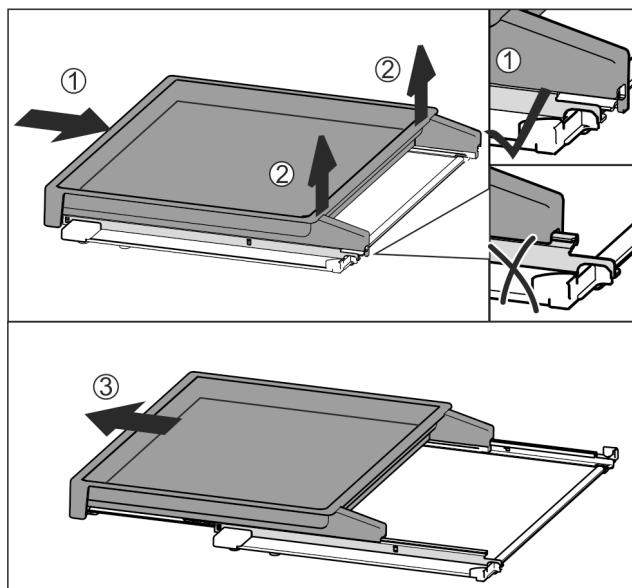

Fig. 78
- Повністю вставте витяжну панель Fig. 78 (1).
- Відпустити фіксатор на задній стороні Fig. 78 (2).
- Потягніть витяжну панель вперед Fig. 78 (3).